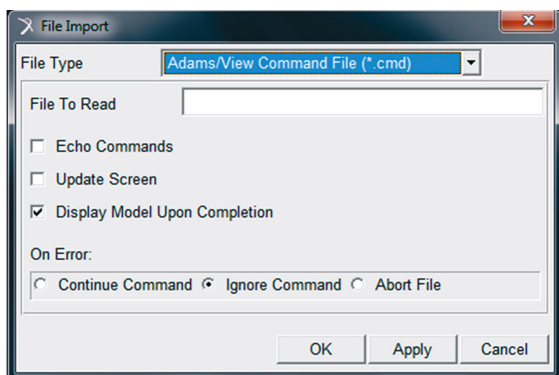

Figura 6.2 – Caixa de diálogo de importação.
A caixa de diálogos mostrada na Figura 6.2 será aberta.
- Na caixa de diálogo da Figura 6.2, altere o tipo de arquivo a ser importado para o ADAMS/Car. No campo *File Type*, selecione arquivo do tipo IGES (.igs), como ilustrado na Figura 6.3.
- No campo *File To Read* da Figura 6.2, indique o arquivo que se deseja importar. O arquivo pode ser selecionado clicando-se com o botão direito do mouse sobre o campo citado. Dentre as opções disponíveis, selecione *Search* ou *Browse*. O arquivo poderá ser selecionado no diretório de destino.